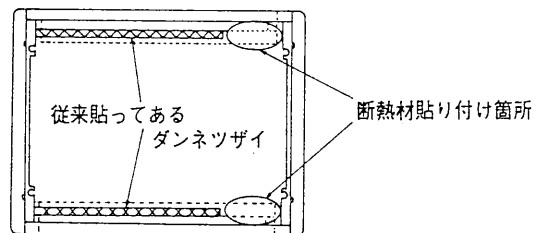

図3 パネル裏面
- ・パネルを取付ける前にパネルに付属されている断熱材を貼り付けてください。ただし、ワンランクアップのパネルには断熱材の貼り付けは不要です。(図3)